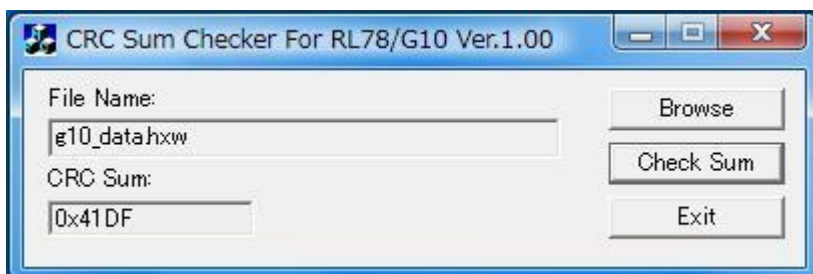

図11.3 CRCサム算出時の画面
3. Check Sum をクリックするとCRC Sum:ウィンドウにCRCサム値が表示されます。(図11.3)